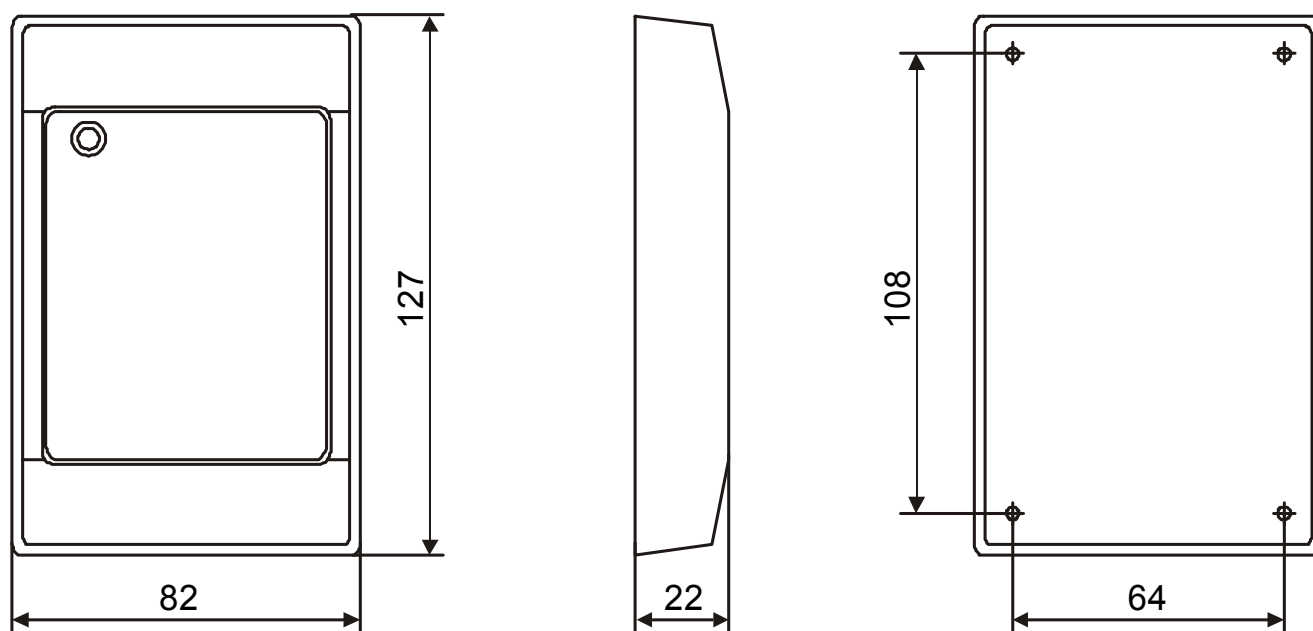

Рис. 1 Внешний вид и габаритные размеры УСК-02Н
5.2 Внешний вид и габаритные размеры УСК показаны на Рис. 1